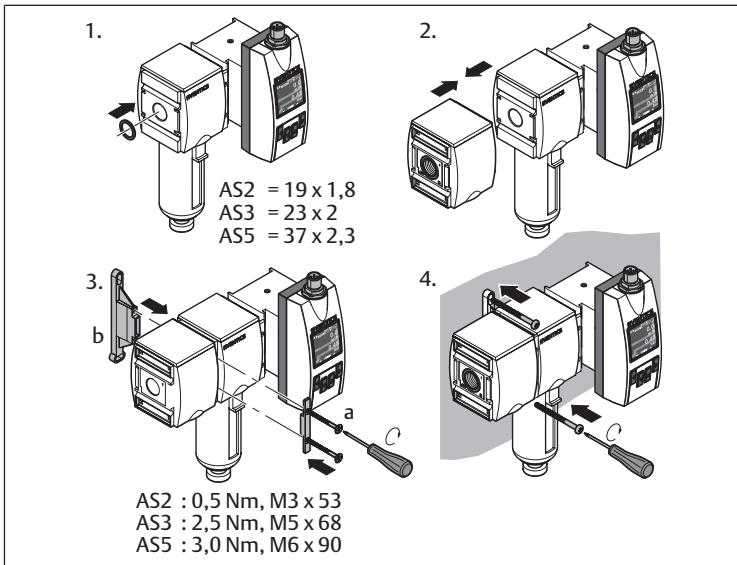

Abb. 5: Montage mit Befestigungsbügel | W03
- Montage mit Befestigungsbügel: siehe → Abb. 5.